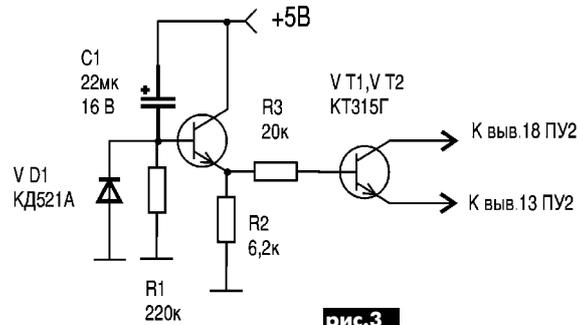

рис.3
9. Программное обеспечение МУ-650 построено таким образом, что после сигнала "Сброс" при включении питания ПУ-2 переходит в дежурный режим, и для его включения в рабочий режим необходима команда с ПДУ или с передней панели телевизора. Это неудобно: при включении телевизора из дежурного режима надо сначала подать с ПДУ команду на перевод в рабочий режим ПУ1, а затем команду на перевод в рабочий режим ПУ2. Чтобы этого избежать, в схему МУ-650 следует добавить устройство, схема которого показана на рис.3.